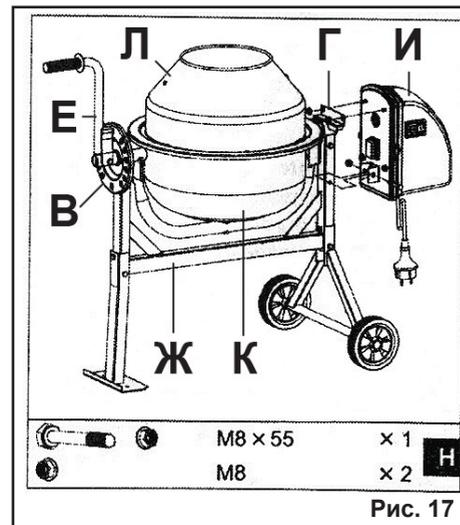

Рис. 17
Закрепите скобу электродвигателя в сборе (И) к раме (Ж), со стороны задней стойки (Д) (Рис. 5), с одной стороны болтом М8х55 и гайкой М8 с другой стороны (Рис. 17).
7.2. Выставьте ёмкость бетоносмесителя на выбранный угол диска фиксирующего (В) (Рис. 17). Для этого, преодолевая